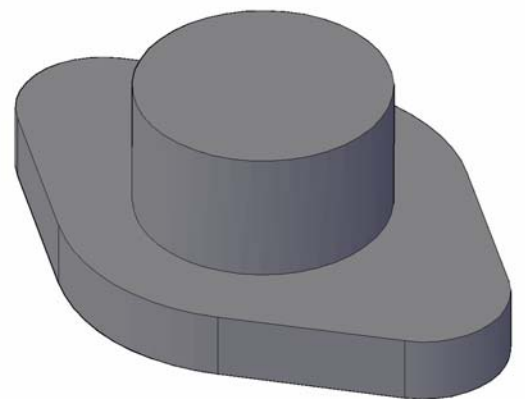

Рис. 34
- Полученные «solid» объединяем командой **ОБЪЕДИНЕНИЕ (_Union)**, (рис. 34).